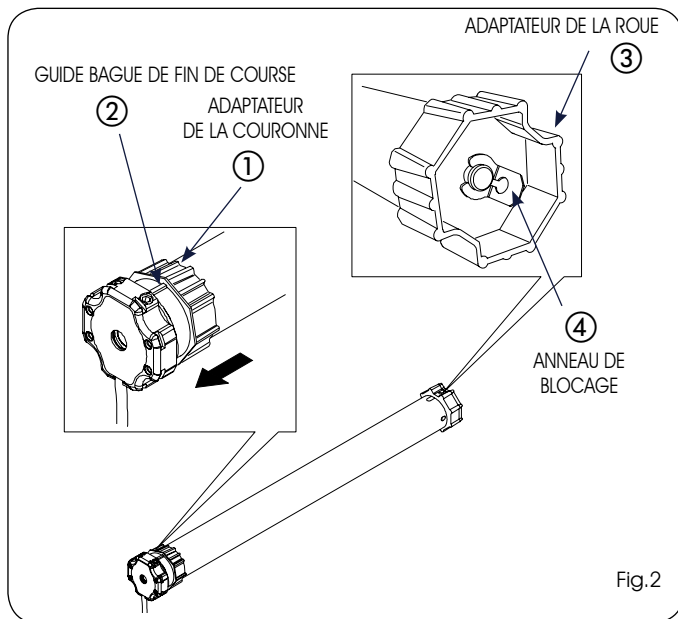

Fig.2
1) Enfiler l'adaptateur de la couronne (Fig.2 réf.①) dans le moteur tubulaire, jusqu'à ce que celui-ci soit complètement inséré sur le guide (Fig.2 réf.②) de la bague de fin de course.
2) Introduire l'adaptateur de la roue (Fig.2 réf. ③) dans l'arbre du moteur et le bloquer avec l'anneau de retenue fourni. (Fig.2 réf. ④)